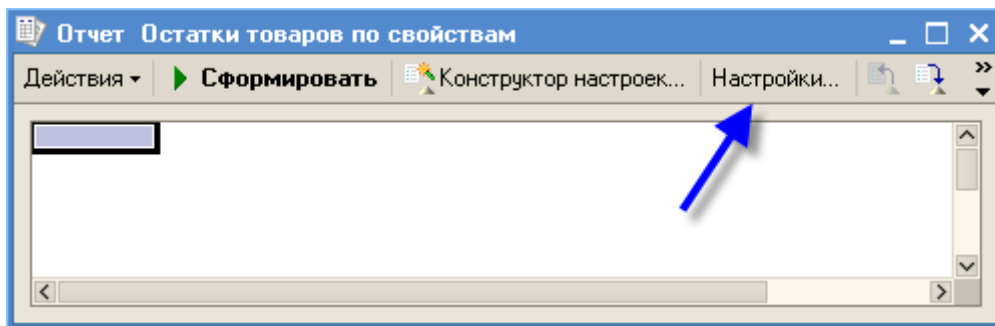

Рис. 148
- в окне отчета перейдите в режим *Настройки* (рис. 148);